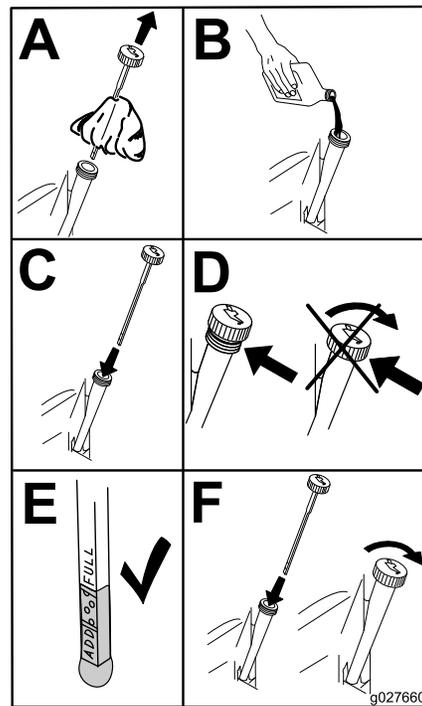

Figure 46
- Versez lentement environ 80 % de l'huile spécifiée dans le tube de remplissage, puis faites l'appoint lentement jusqu'à ce que le niveau atteigne le repère maximum (**Full**) (Figure 46).